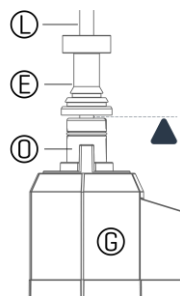

fig. 6
Per uso con trigger banks di fabbrica di GEWA, il piatto superiore deve essere collocato il più sufficientemente alzato perché il Paraurti in gomma (E) non premi in giù l'asse del controller (O). Si veda la fig. 6 per fare il paragone.
- 3 Dopo il passo 2, la Paraurti in gomma (E) deve toccare il controller dell'Hi-Hat del supporto mobile (O) senza premere l'asse in basso (si veda la fig. 6). Questo corrisponde a una spaziatura minima del piatto (S) di circa 19 mm (3/4").
**Console di batterie GEWA:** La spaziatura del piatto inferiore al minimo (S) è possibile, tuttavia richiede la regolazione del parametro di trigger, "Posizione alta (High Position)" (controller dell'Hi-Hat). Per ulteriori informazioni, si veda la sezione **Impostazioni di trigger (Trigger Settings)** sul manuale dell'utente della console della batteria GEWA.